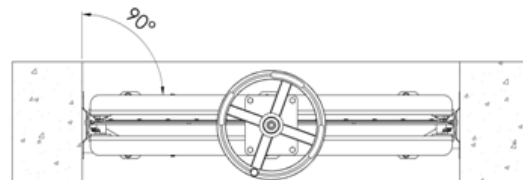

Figura 6
- Posicionar la ataguía dentro del canal. Hay que asegurarse de que la ataguía esté perfectamente alineada y centrada en el canal (ver Figura 6)